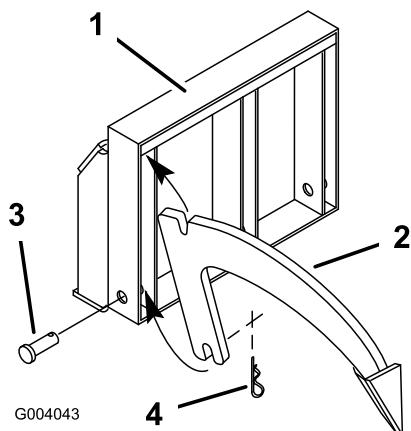

Figure 3
1. Glissez la fente en haut de l'accessoire dans la barre supérieure à l'une des trois positions d'accessoire (Figure 3).
2. Faites pivoter le bas de l'accessoire dans le cadre et fixez-le en place avec un axe de chape (Figure 3).
3. Fixez l'axe avec une goupille fendue (Figure 3).